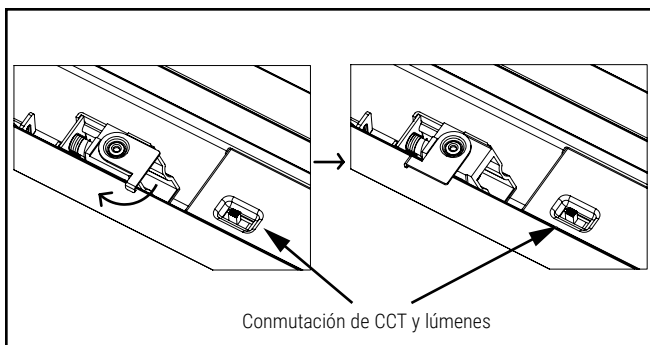

Figura 6.
Para seleccionar la emisión de la temperatura de color y los lúmenes, deslice los interruptores ubicados en el recinto del controlador hasta los lugares correspondientes que se indican en las etiquetas. Ver Figura 6.
- Gire y deslice los pestillos para liberar el soporte de montaje y, a continuación, retire el soporte de montaje de las luminarias (ver Figura 6).
- Para quitarla del techo, gire los pestillos de fijación como se muestra en la Figura 6 y, a continuación, deslícelos hacia fuera, alejándolos del centro. La luminaria debería caer por el lado del pestillo de fijación.